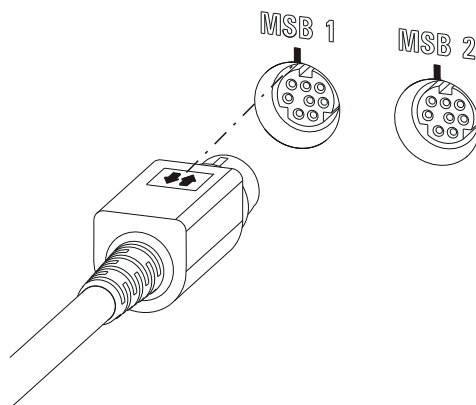

图6 MSB 接口
- 连接时请您注意 MSB 插头标有箭头的平面一侧朝向 MSB 接口的标志（参见图6，第 15 页）。